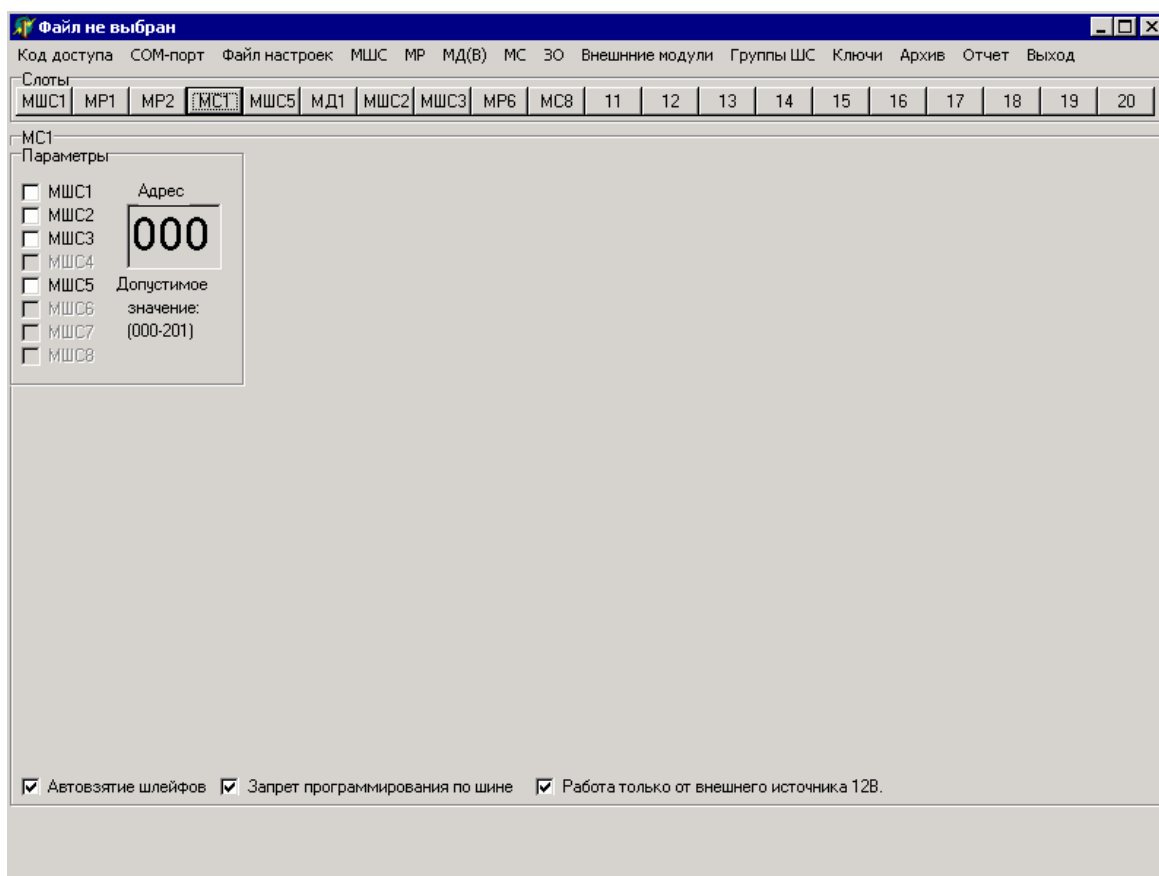

Рис. 11
Панель каждого МС содержит список МШС и поле для ввода кода (адреса) линии, подключенной к данному МС (рисунок 11):
2.1.3.8 При программировании любого МС прибора в списке, состоящем из восьми МШС (максимально возможное для обслуживания одним прибором количество МШС), доступными для программирования являются те МШС, которые реально включены в конфигурацию прибора (рисунок 11).